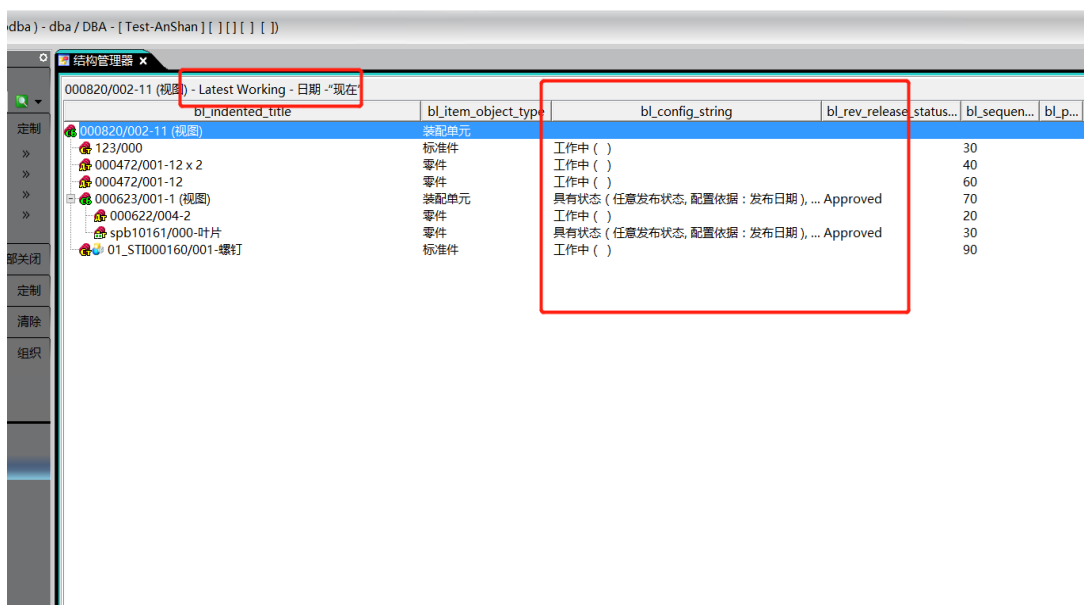

图 1
1.在 TC 默认情况下，如果我们打开一个装配到结构管理器中去查看，TC 默认会进行显示最新活动版本（即 Latest Working）的数据版本，如下图 1 所示：